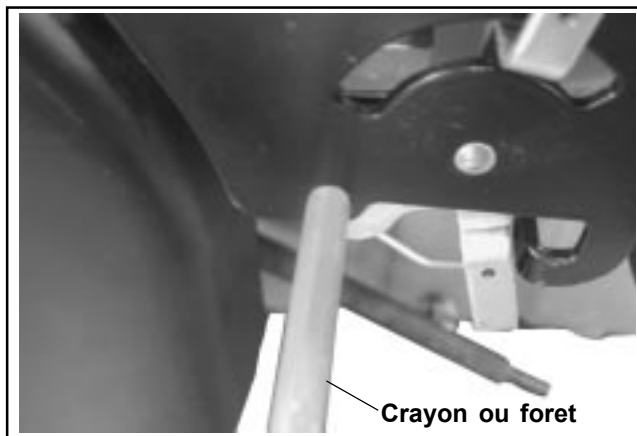

Figure 5-15. Alignement du trou du levier de l'accélérateur et de celui de la plaque de commande de la vitesse.
- Aligner le trou du levier de l'accélérateur sur celui de la plaque de commande de la vitesse en introduisant un crayon ou un foret de 6,35 mm (1/4 in.) dans les trous. Voir la Figure 5-15.
3. Aligner le trou du levier de l'accélérateur sur celui de la plaque de commande de la vitesse en introduisant un crayon ou un foret de 6,35 mm (1/4 in.) dans les trous. Voir la Figure 5-15.